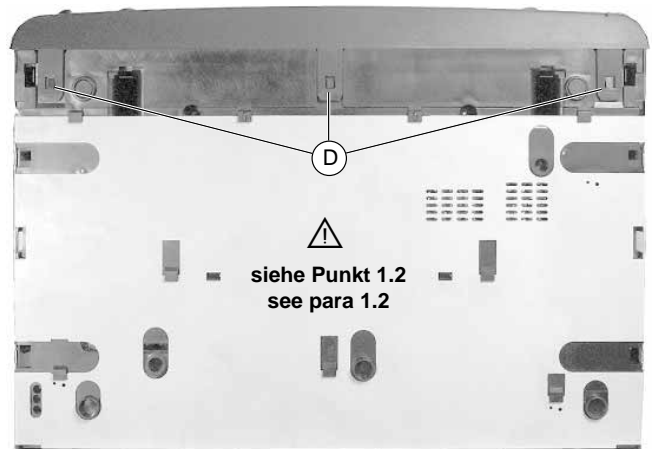

Fig. 2
- Rasthaken (D) (Fig. 2 / 3) lösen und Frontblende abnehmen.
- Release the catches (D) (Fig. 2 / 3) and remove the front panel.